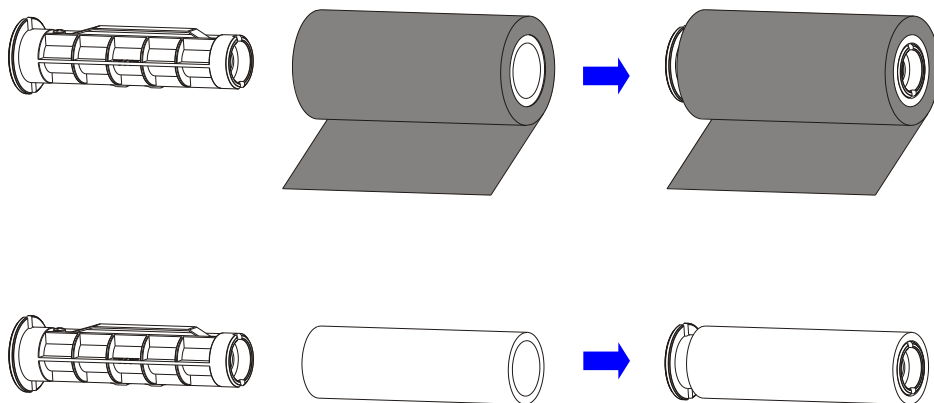

图 2-8 安装碳带适配管
3. 拆开碳带卷，将一个碳带适配管插入碳带卷中，同时将另外一个碳带适配管插入空卷芯中。如图 2-8 所示。